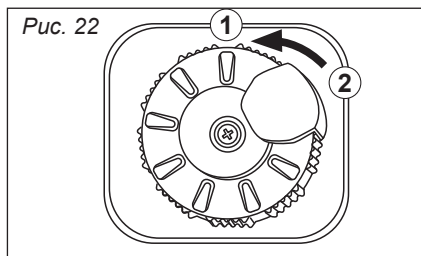

Рис. 22
2. Поверните переключатель «3 в 1» в положение ① «ВЫКЛ» (рис. 22).